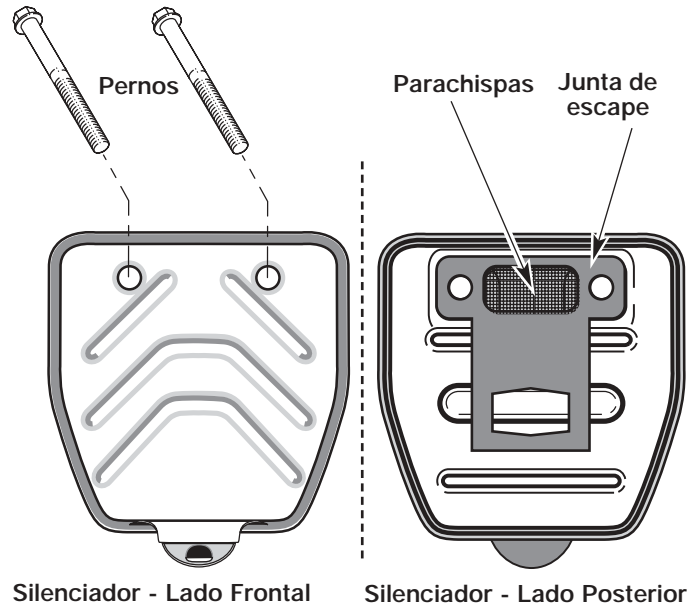

Fig. 29
2. Ubique el frente del silenciador y los dos (2) pernos que lo sujetan al motor (Fig. 29). Quite los dos (2) pernos con un destornillador de punta plana, una llave de tubo de 5/16 o destornillador para tuercas. Hale el silenciador del motor.
3. Voltee el silenciador al lado posterior y ubique la junta del silenciador. Retire la junta del silenciador (Fig. 29).
7. Ponga la junta del silenciador contra el lado posterior del mismo. Alinee los orificios de los pernos de la junta del silenciador en el silenciador. Mientras sostiene la junta en su lugar, ponga los pernos en el lado frontal del silenciador (Fig. 29).